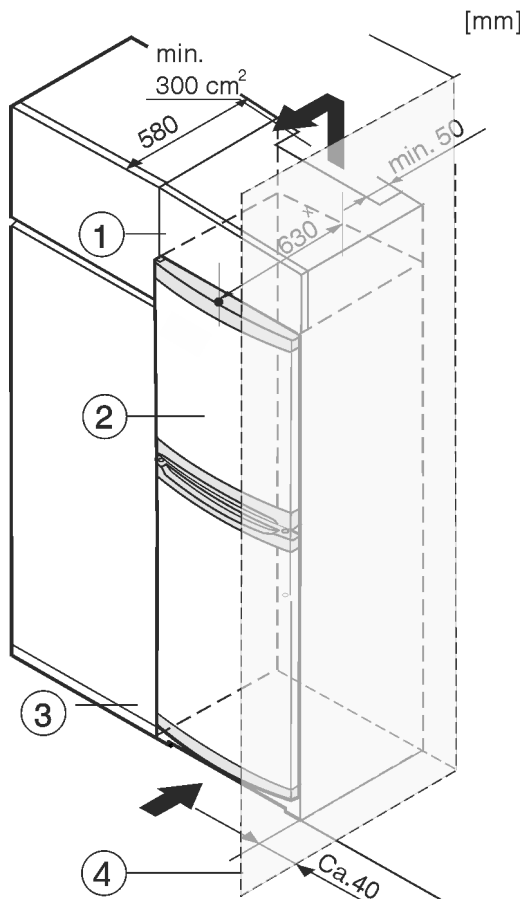

Fig. 8
Příklad přístroje Fig. 8 (2) na výšku kuchyňské linky lze na přístroj nasadit nástavec Fig. 8 (1).
Při montáži do kuchyňských skříní (hloubka max. 580 mm) lze spotřebič nainstalovat přímo vedle kuchyňské skříně *Fig. 8 (3)*. Spotřebič přesahuje přední stěnu kuchyňské skříně po stranách o 34 mm x a uprostřed o 50 mm x.
Pokud se spotřebič instaluje se závěsy vedle stěny *Fig. 8 (4)*, musí být jeho vzdálenost od stěny alespoň 40 mm. To odpovídá přesahu madla při otevřených dveřích.